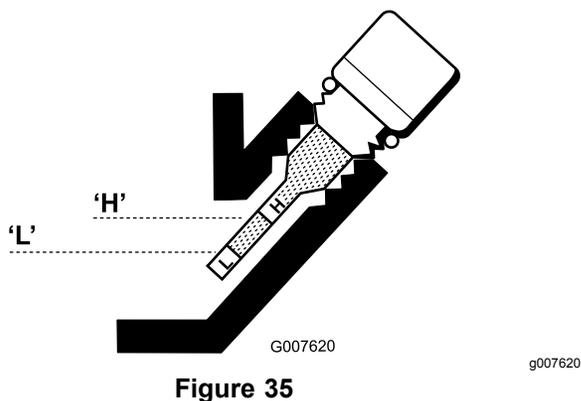

Figure 35
6. Si le niveau est trop bas, ajoutez suffisamment d'huile pour le faire monter entre les repères « H » et « L » sur la jauge (Figure 35). Contrôlez le niveau d'huile.